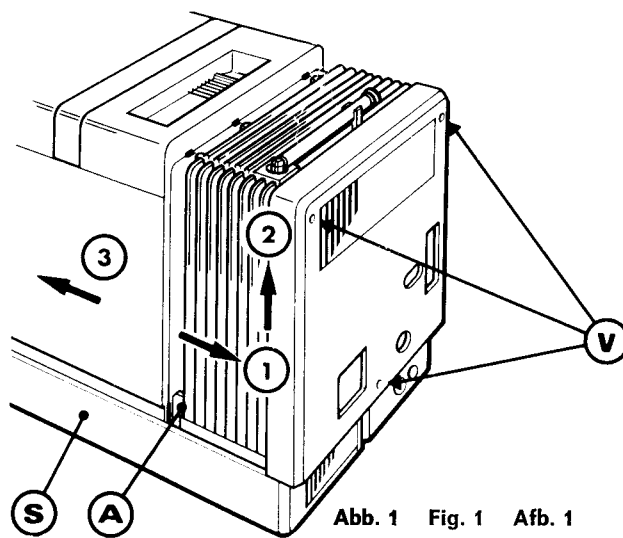
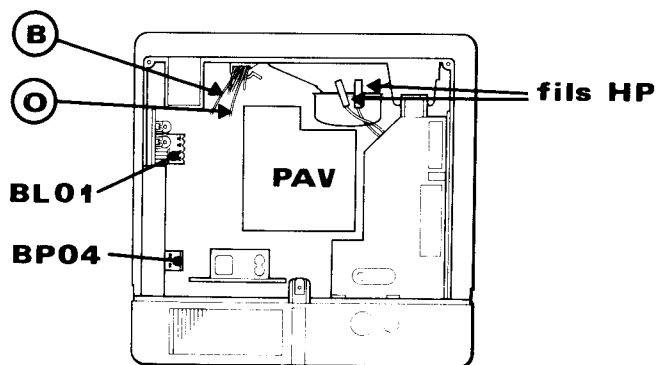

Abb. 1 Fig. 1 Afb. 1
Abb. 2 Fig. 2 Afb. 2
- Den Unterteil S festhalten und gleichzeitig das Gehäuse 3 nach vorn (Abb. 1) schieben, anheben und nach hinten kippen.
- Remove the 3 screws „V“ (figure 1).
- Pull the rear section out approximately 1 cm → ① in order to release the tab A then lift to release the tab 2 t.
- Disconnect (figure 2): ● the 2 loudspeaker wires HP, ● the line scan connector BL 01, ● the degaussing coil connector BP 04.
- While holding the base S, push the unit forward → ③ (figure 1) and lift it. Tilt it towards the rear.
- Release the 2 frame deflection interconnection wires-connector BF 01 - from the attachment located near the loudspeaker: white wire B and orange wire C (figure 2).
- Retirer les 3 vis „V“ (figure 1).
- Tirer la partie arrière sur environ 1 cm → ① de façon à décrocher la languette A puis soulever pour retirer cette pièce 2 t.
- Débrancher (figure 2): ● les 2 fils HP, ● le connecteur balayage ligne BL 01, ● le connecteur boucles de démagnétisation BP 04.
- Tout en maintenant le socle S pousser le coffret vers l'avant → ③ (figure 1) et le soulever. Lui imprimer un mouvement de bascule vers l'arrière.
- Dégager les 2 fils de liaison déviateur trame-conncteur BF 01 de l'attache située près du HP, fil blanc B et fil orange C (figure 2).